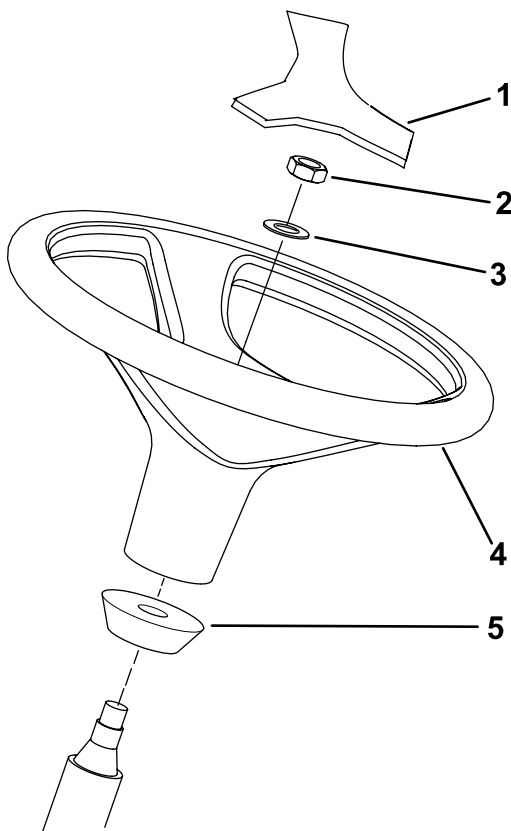

图 14
1. 从运输托架上卸下方向盘 图 14。
注意 确保泡沫环保留在转向轴上图 14。
3. 将方向盘和垫圈滑入转向轴图 14。
5. 安装方向盘的盖子图 14。